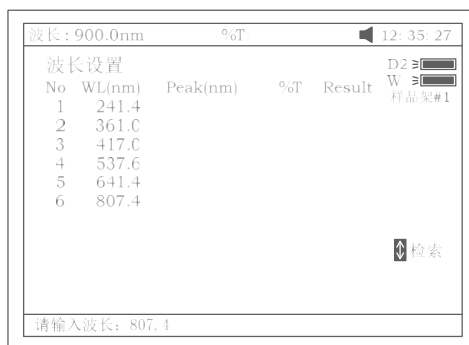

图 96
- a. 按【F1】设置极值处波长。输入波长后按【ENTER】确认(图 96). 按【^】或【V】键可输入更多的波长。按【CLEAR】键可以清掉已输入的波长。按【ESC/STOP】键退出该界。